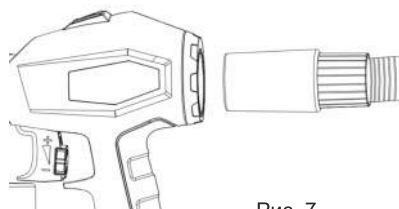

Рис. 7
7.5. Установите воздушный шланг. Плотнo вставьте соединитель воздушного шланга в разъемы на машине и на краскораспылителе (Рис. 7).